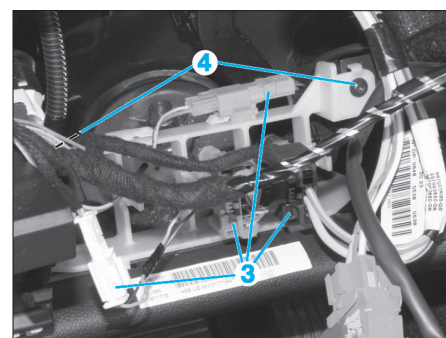

Fig. 16
- Débrancher les connecteurs de raccord (3) (Fig.16).